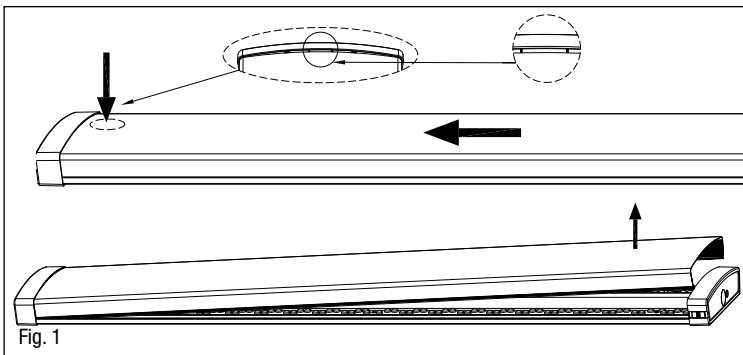

Fig. 1
1. Pour retirer la lentille du luminaire, commencez à l'extrémité de la lentille opposée au commutateur de TCP et appuyez vers le bas au centre de la lentille. Une fois les languettes exposées, faites glisser délicatement la lentille en l'éloignant de l'extrémité du commutateur de TCP. La lentille doit glisser sous la languette pour lui permettre d'être enlevée. Lorsque l'extrémité opposée de la lentille est dégagée du capuchon d'extrémité, la lentille peut être enlevée. (Fig. 1)